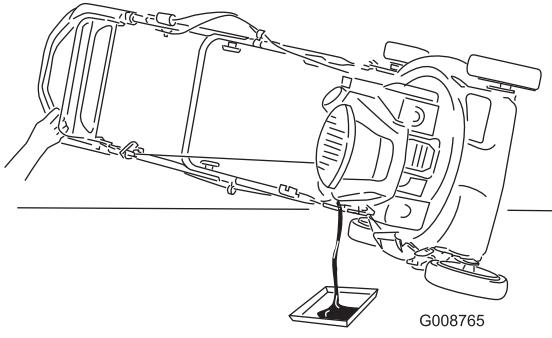

Bild 40
- Kippen Sie die Maschine zur Seite, der Einfüllstutzen zeigt nach unten, um das Altöl über den Einfüllstutzen in eine Auffangwanne abzulassen (Bild 40).